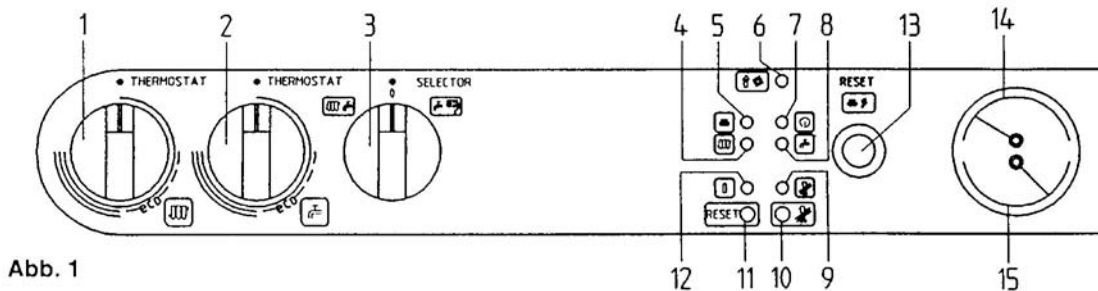

Abb. 1
**Wichtig:** Regelmäßig überprüfen, ob auf dem Thermenmanometer 15 (Abb. 1) bei kalter Anlage ein Druckwert von ca. 1 bar vorhanden ist. Bei Überdruck den Thermenentleerungshahn betätigen (Foto 1). Falls der Druckwert niedriger ist, die Therme auffüllen. Es ist empfehlenswert die Befüllung sehr langsam vorzunehmen, um die Entlüftung zu erleichtern.
**Anmerkung:** Das Aufleuchten der Signallampe (6) während der Einschaltphase der Therme hängt mit der Selbstkontrolle des einwandfreien Betriebs des Gebläses durch den Luftdruckwächter zusammen. Nur wenn das Signal nicht erlöschen sollte, liegt eine der vorher beschriebenen Störungen vor.
**Anzeige 12:** Die Anzeige (12) wird durch den Sicherheitsthermostat bei sehr hohen Temperaturwerten des Wassers im Hauptkreislauf aktiviert. In diesen Fällen wird die Therme außer Betrieb gesetzt (die Kontrollleuchte (12) leuchtet ständig auf). Nach Beseitigung der Ursache die RESET-Taste (11) drücken. Dabei die Anzeige des Thermomanometers kontrollieren 15 (Abb.1) (siehe auch Kapitel „Füllen der Anlage“ auf Seite 5)
Achtung: Wenn sich der Wahlschalter (3) (Abb. 1 Seite 4) in der Position Winter  befindet, wird bei jeder Betätigung der Thermostates (1) eine Wartezeit von einigen Minuten benötigt, bevor der Brenner erneut zünden kann. Diese Zeit ist am Potentiometer T-OFF auf der Hauptplatine einstellbar. Damit der Hauptbrenner sofort wieder anspringt, den Wahlschalter (3) auf die Pos. (0) und dann wieder auf Winter  stellen. Diese Wartezeit betrifft nicht die Heißwasserfunktion.